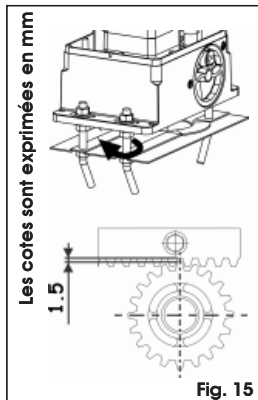

Fig. 15
- Au terme de l'installation de la crémaillère, pour garantir un engrenement correct avec le pignon, il est recommandé d'abaisser d'environ 1,5 mm (Fig. 15) la position du motoréducteur.